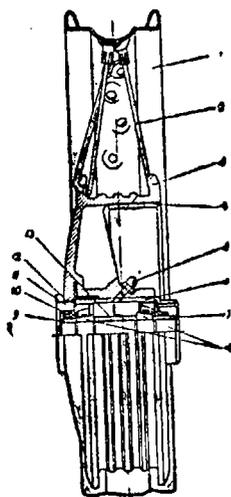

Рис. 35. Колесо мотоцикла К-750:
**Колеса мотоцикла К-750.** Переднее и заднее колеса и колесо коляски мотоцикла К-750 взаимозаменяемые. Ступицы колес отлиты из алюминиевого сплава с залитыми в них стальным тормозным барабаном и стаканом ступицы (рис. 35). На одном конце стакана нарезаны внутренние шлицы, которые входят в зацепление со шлицами задней передачи, когда колесо устанавливается сзади. В стакане установлены два регулируемых конических роликовых подшипника (№ 7304). Их наружные кольца запрессованы в стакан, а внутренние зажаты (при вставленной оси) распорными втулками, одна из которых расположена между подшипниками, а две других установлены с наружной стороны подшипников. Наружное кольцо правого (по ходу мотоцикла) подшипника опирается в торец втулки маслоотражательной шайбы. В торец наружного кольца левого подшипника опирается регулировочная гайка, ввернутая в ступицу и закоптренная контргайкой. В гайке установлен фетровый сальник.